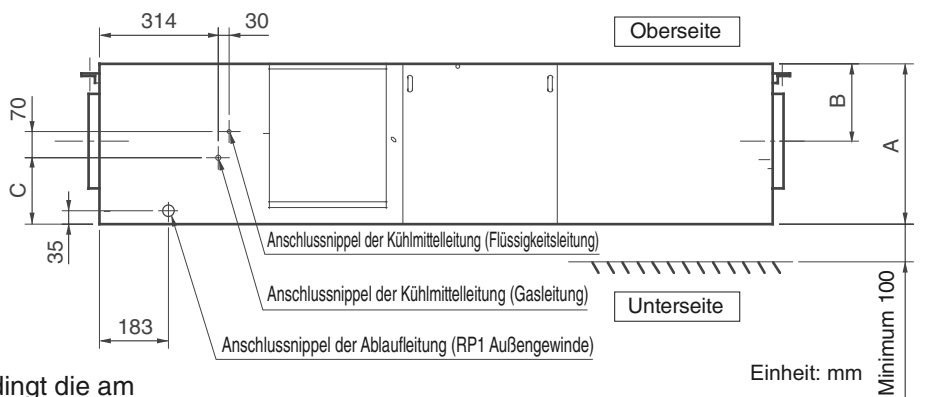

Abb. 3-188b
- Abb. 3-188b und Tabelle 3-11 enthalten die genauen Abmessungen der Inneneinheit.